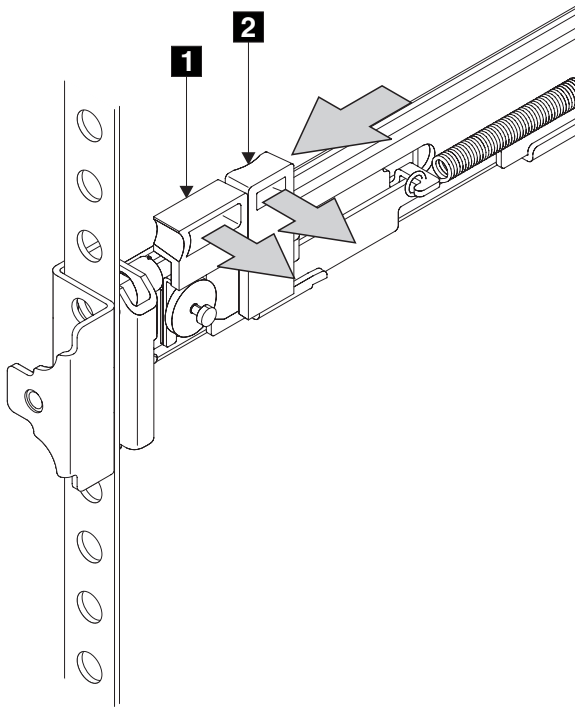

図 78. ラッチ・ロック・キャリア・アセンブリーを閉じる
8. ラッチ・ロック **2** (390 ページの図 78) をレールから押し出して、キャリアを解放します。ラッチ・ロック・キャリアがラックの前方向にスライドし、位置決めピンが、前部フランジの穴と前部レール・ブラケットの穴を通して突き出ます。